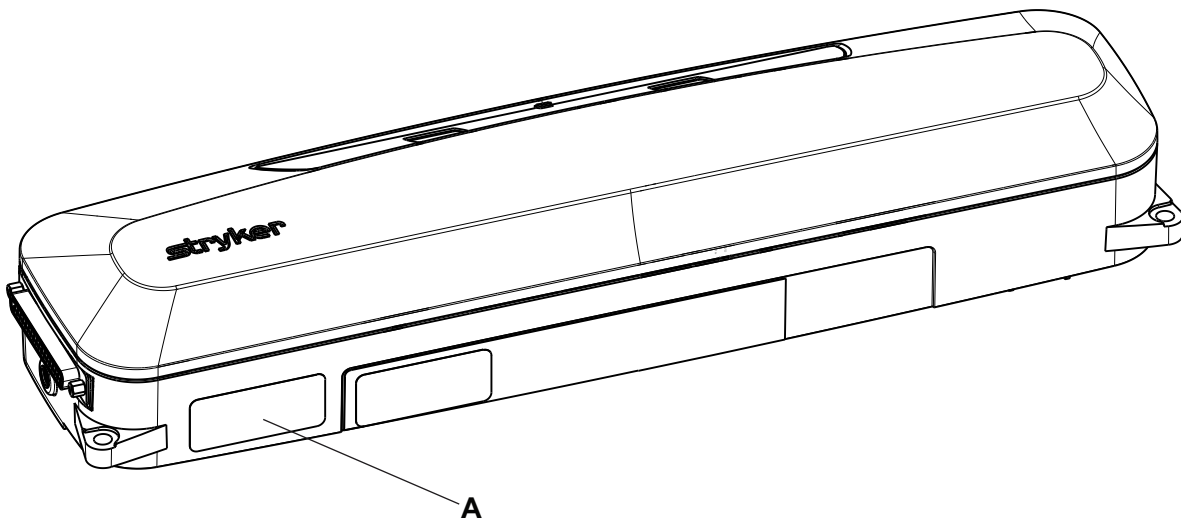

Figura 1 – Ubicación del número de serie de Stryker y del BBID
La etiqueta (A) del número de serie de Stryker y el número de identificación de la ubicación de la cama (BBID) se encuentra en la parte inferior del producto (Figura 1).